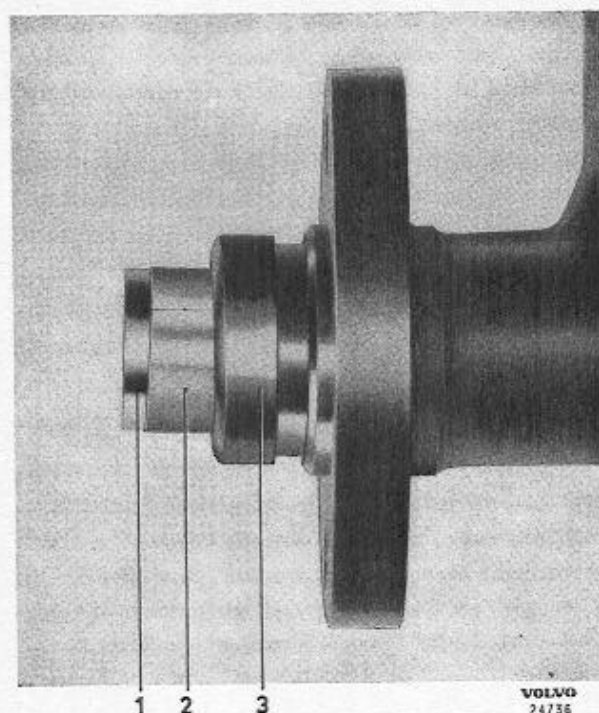

Abb. 45 Einbau des Kolbens
rung der Dichtung verwendet werden, siehe Abb. 45. Feder zusammendrücken und Druckstange (5), Scheibe (8) und Sicherungsring (7) montieren.